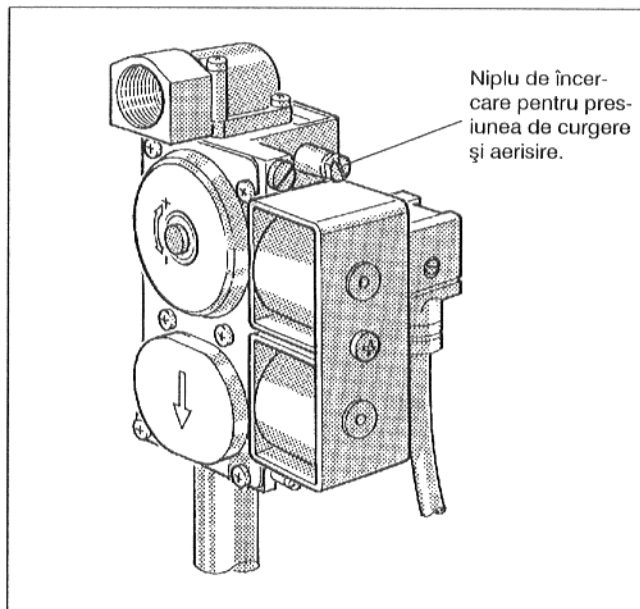
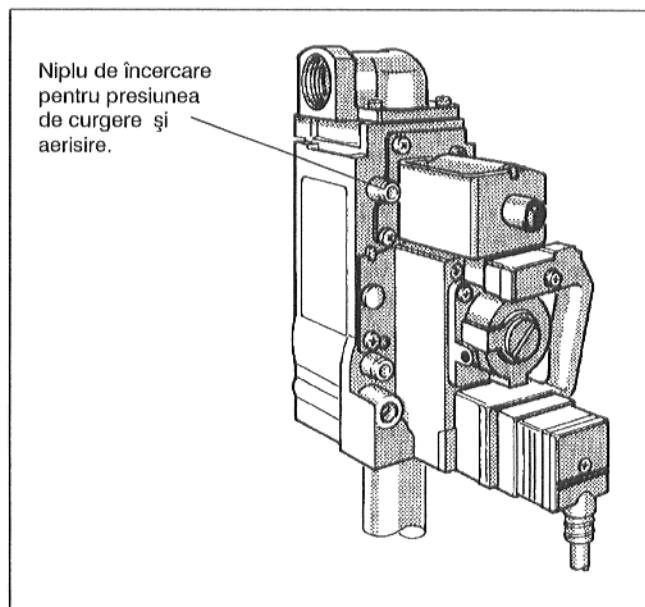

Fig. 25: Armătura arzătorului de gaz "SIT" 830 Tandem
Fig. 27: Armătura arzătorului de gaz "Honeywell" VR 4601
- Se aerisește conducta de alimentare cu gaz: Se deșurubează cu două rotiri șurubul de închidere a niplului de încercare pentru presiunea de curgere și aerisire de pe armătura arzătorului de gaz (Fig. 25 până la Fig. 27); la "SIT" 830 Tandem se îndepărtează șurubul de închidere. Când nu mai este aer, se închide din nou șurubul de închidere a niplului de încercare.